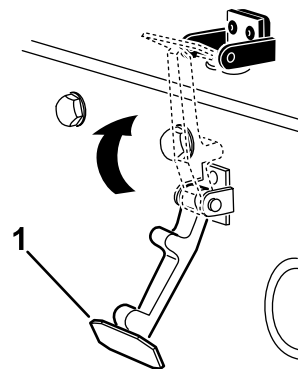

Bild 32
6. Haken Sie den Riegel in die Halterung des Motorhaubenriegels ein (Bild 32).